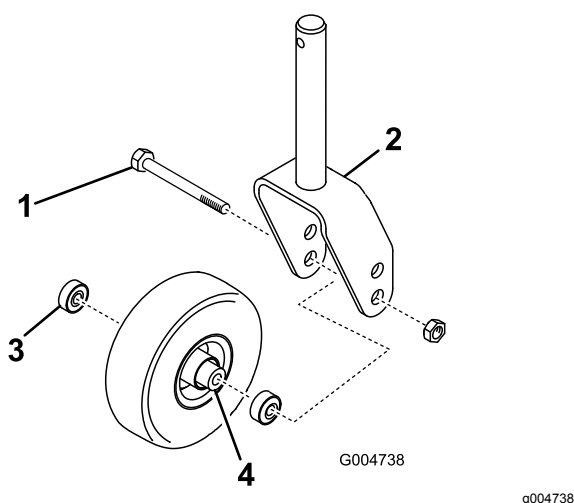

Figura 26
- Togliete il dado di bloccaggio dal bullone che fissa la rotella orientabile alla forcella (Figura 26). Afferrate la ruota orientabile ed estraete la vite a testa cilindrica dalla forcella o dal braccio di rotazione.
- Togliete il cuscinetto dal mozzo della ruota e lasciate cadere il distanziale del cuscinetto (Figura 26). Togliete il cuscinetto dalla parte opposta del mozzo della ruota.